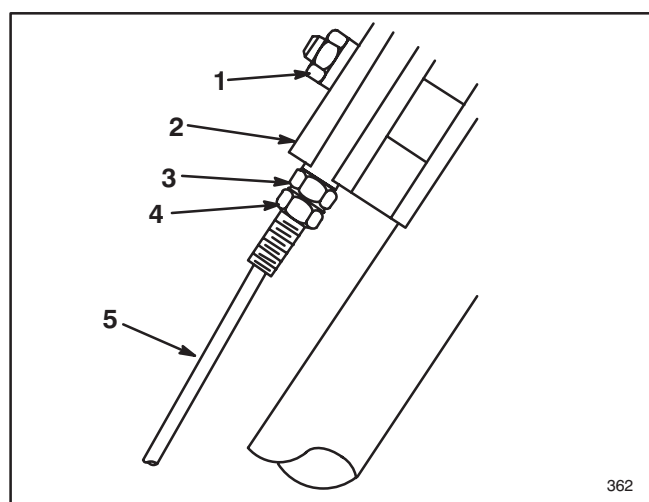

Figure 20
2. Desserrer l'écrou du bloc de support (Fig. 20).
3. Desserrer le contre-écrou inférieur du câble d'entraînement des roues (Fig. 20).
8. Quand le réglage est terminé, le contre-écrou supérieur doit se trouver contre le bloc de support (Fig. 20).